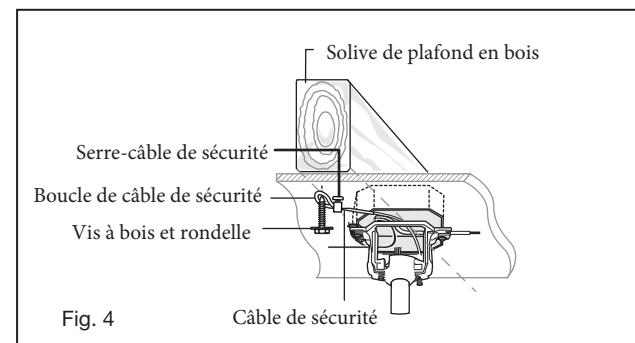

Fig. 4
- 9 Soulevez la boule / tige de suspension / ventilateur dans l'ouverture du support de suspension. **REMARQUE:** La languette opposée à l'ouverture du support de suspension doit s'insérer dans la fente de la boule. (Fig.4)
Un flux d'air VERS LE HAUT déplace l'air plus chaud de la zone du plafond comme illustré à la figure 4. Cela vous permet de régler votre unité de chauffage sur un réglage plus frais sans affecter votre confort.